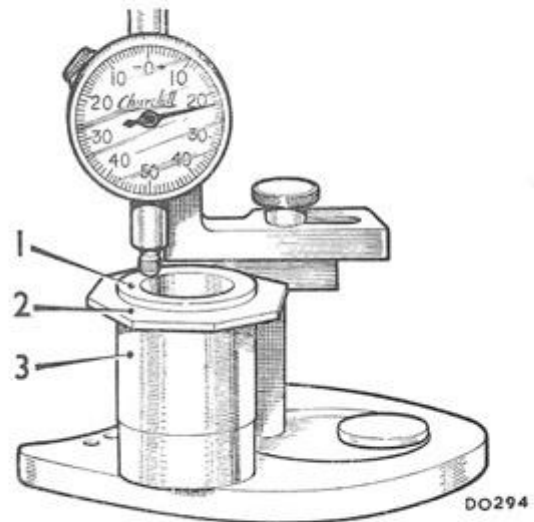

Fig. Aa.18
- 35) Afmonter vædskekoblingshuset og tag mellemstykke 18G1089A, voksskiven og 18G1089/1 af. Hele denne samling sættes på mærkepladen i stedet for indgangshjulet (se fig. Aa.18).